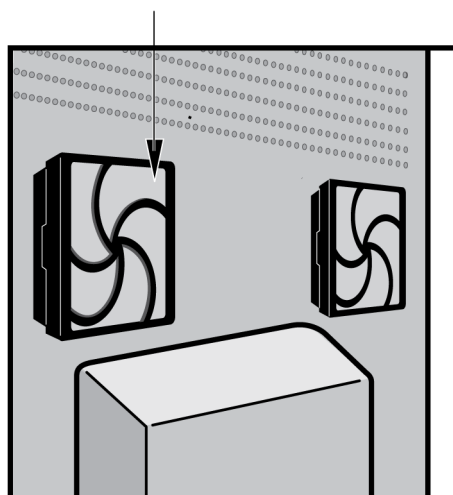

Figura 9-20. Filtru și o protecție de schimb instalate
7. Fixați protecția filtrului ventilatorului și filtrul în poziție ca o unitate. Apăsați ferm părțile laterale ale protecției de pe carcasa ventilatorului până când mânerul se fixează ferm pe ventilator. Apăsați partea de jos a protecției până când mânerul se fixează bine pe ventilator. Consultați Figura 9-20.